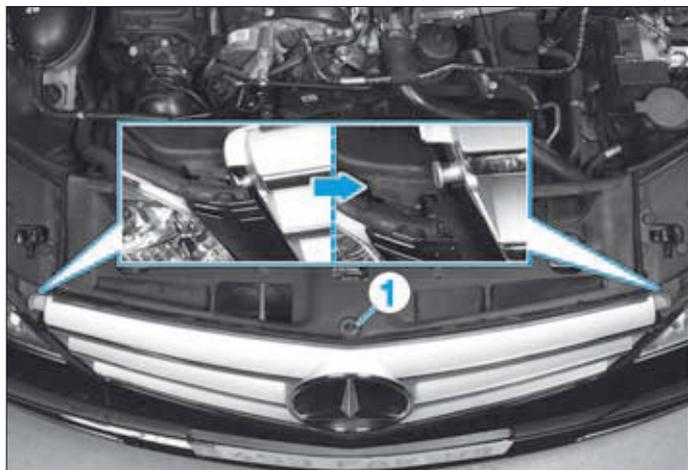

FIG. 73
- Tourner d'un quart de tour l'agrafe (1) (Fig.73).